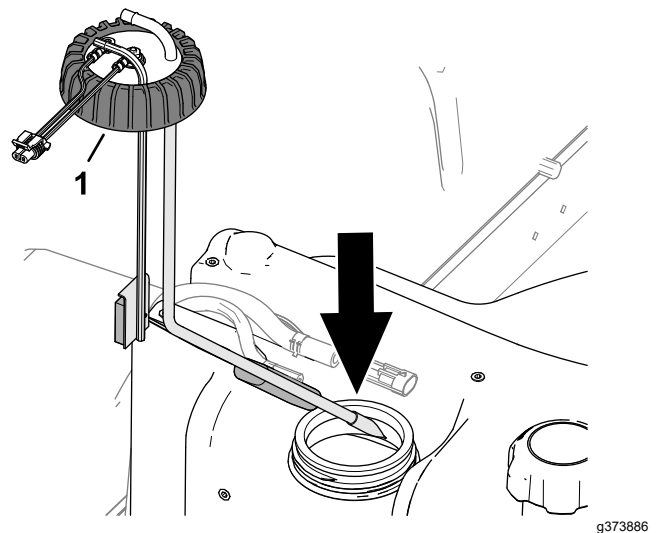

Figura 127
2. Coloque cuidadosamente el tubo de aspiración de combustible y el flotador en el depósito de combustible (Figura 127).